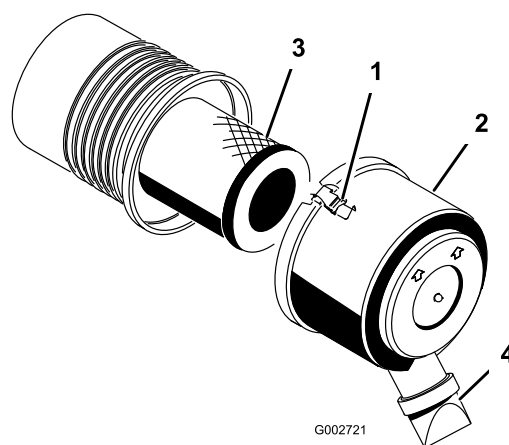

Figura 26
1. Rilasciate i fermi che fissano il coperchio del filtro dell'aria al relativo corpo (Figura 26).